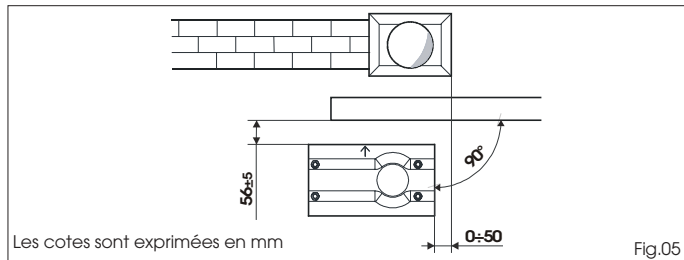
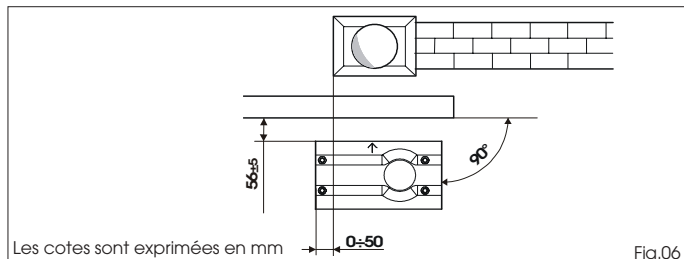

Fig.05
Fig.06
- 2- Pour garantir un bon accouplement entre le pignon et la crémaillère, la plaque de fondation doit être positionnée d'après la Fig. 05 (fermeture droite) ou la Fig. 06 (fermeture gauche).